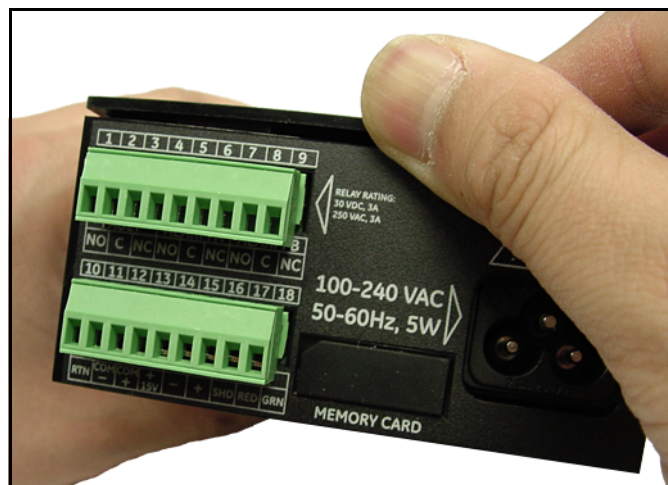

Figure 5: Abheben des hinteren Rands der Abdeckung
3. Heben Sie den hinteren Rand der oberen Abdeckung ab (siehe Figure 5 unten).